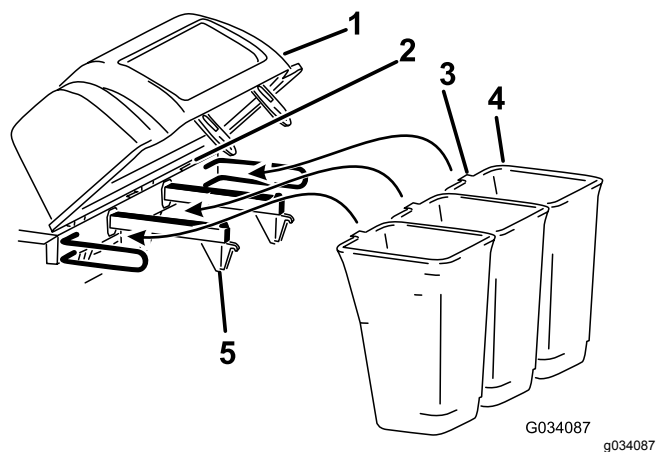

Figure 5
6. Insérez la languette du bac dans l'encoche du capot (Figure 5).